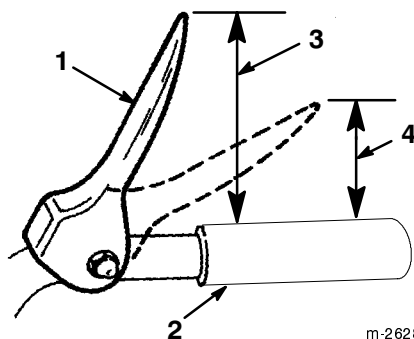

**Figure 9**
- Glissez le ressort sur le bas de la tige de commande de traction (Fig. 9).
- Vissez un contre-écrou à embase (embase vers le haut) sur le bas de la tige de commande de traction, sous le ressort (Fig. 9).